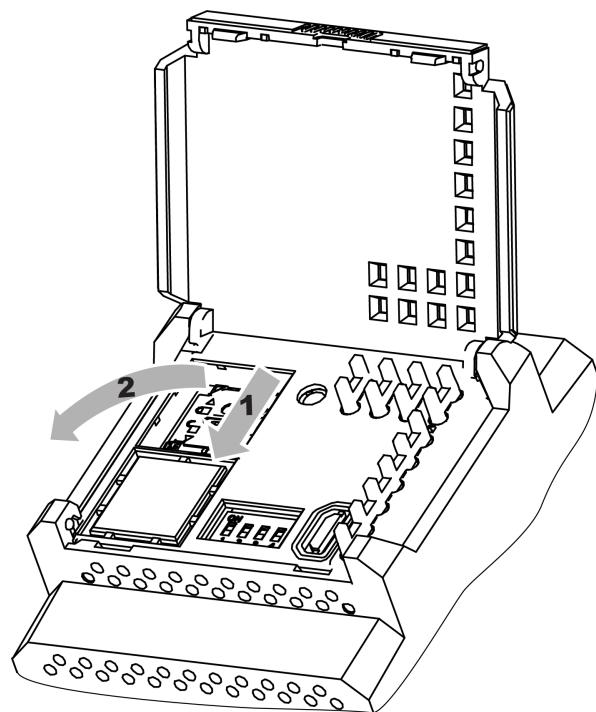

Рисунок 6.2 – Открытие рамки слота SIM-карты
2. Сдвинуть рамку разъема SIM-карты по стрелке **1** (см. рисунок 6.2, стрелка 1). Опустить рамку (стрелка 2).